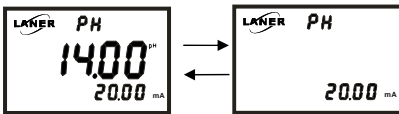

图 7-21
2、电流输出范围起始点数值调好后，可继续进行结束点的设置，正常测量状态下按 SET 键，进入 4~20mA 输出范围结束点设置状态，其显示状态如图 7-21 所示：